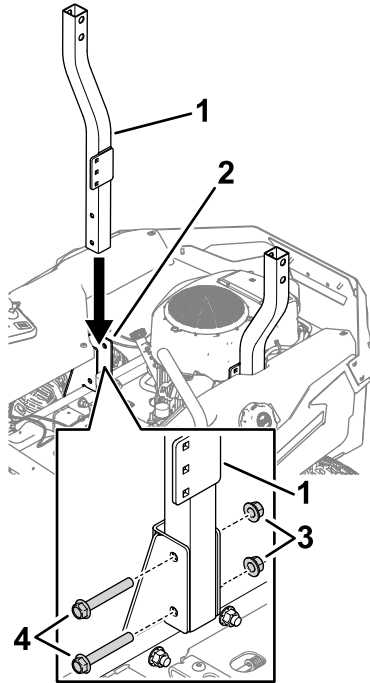

Bild 6
- Setzen Sie ein unteres Überrollbügelrohr in die Halterung des Überrollschutzes ein und befestigen Sie es mit zwei Sechskantschrauben ($\frac{1}{2}$ x 3- $\frac{1}{2}$ ") und zwei Sicherungsmuttern ($\frac{1}{2}$ "), wie in **Bild 6** dargestellt. Wiederholen Sie den Vorgang auf der anderen Seite.